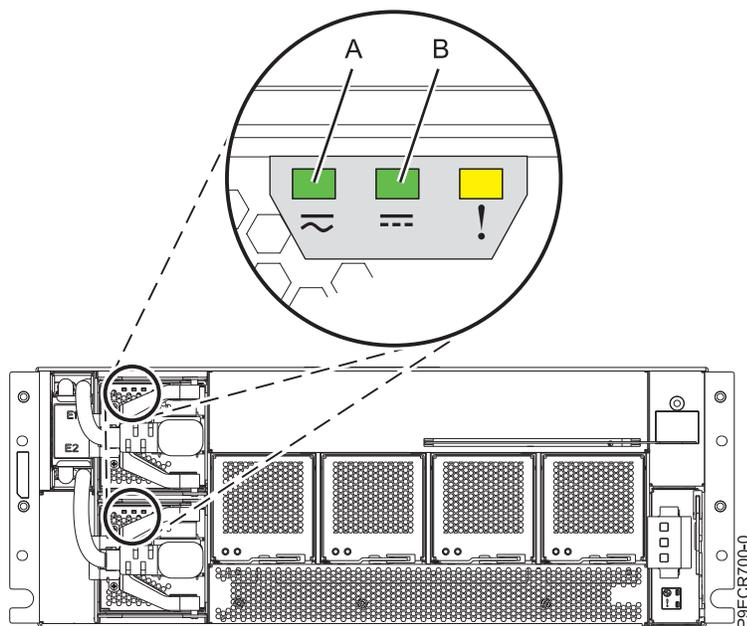

Abbildung 3. Netzteilanzeigen im Einschub für EMX0-PCIe3-Erweiterungen
- Die grüne Eingangs-LED (linke Anzeige) und die Ausgangs-LED (Anzeige in der Mitte) müssen dauerhaft leuchten. Siehe (A) und (B) in Abb. 3.